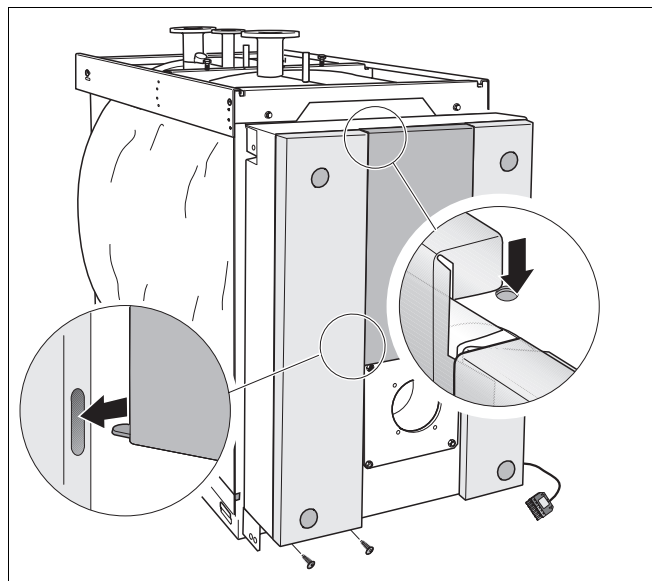

Fig. 29 Montage du cache de gauche
- Accrocher le cache de gauche en haut dans la traverse et insérer l'attache du cache central dans l'évidement du cache de gauche (fig. 29). Fixer en bas avec 2 vis M5x10.